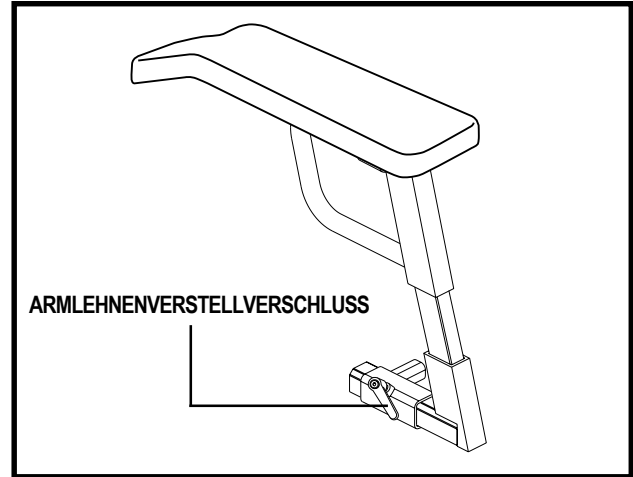

Abb. 12. Einstellung der Armlehnenposition
1. Drehen Sie die Armlehnenverriegelung gegen den Uhrzeigersinn, um sie zu lösen. Siehe Abb. 12.